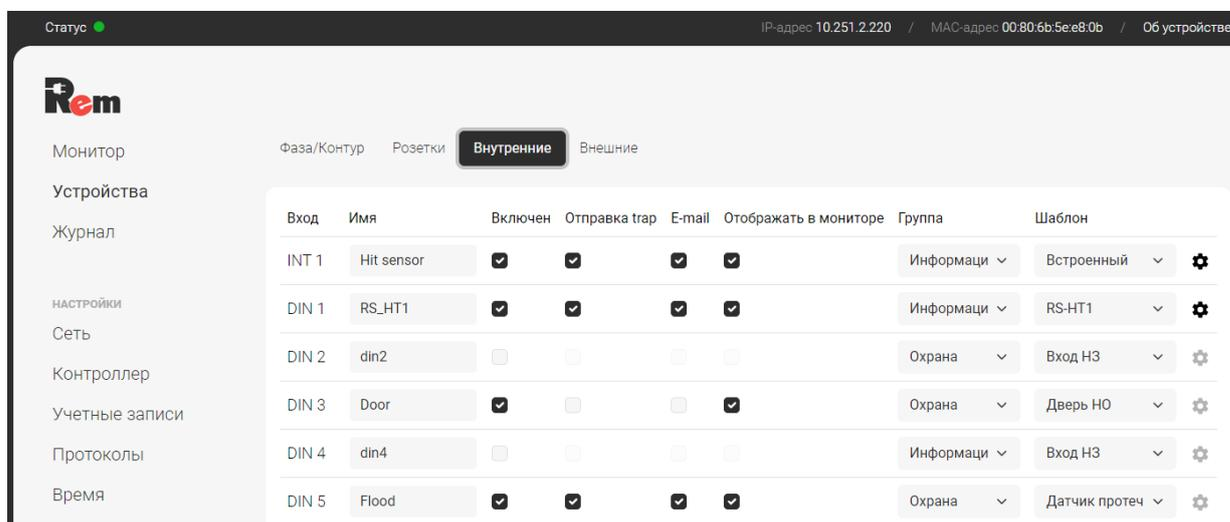

Рис. 13 Вкладка настройки розеток
- настроить датчики (см.Рис. 13).